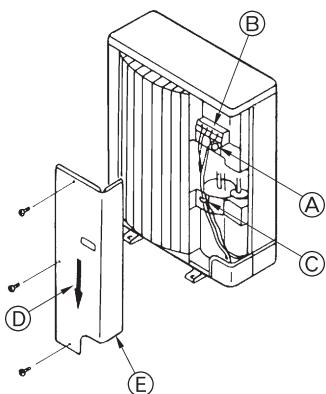

Fig. 6-2
6.2. Câblage de l'appareil extérieur (Fig. 6-2)